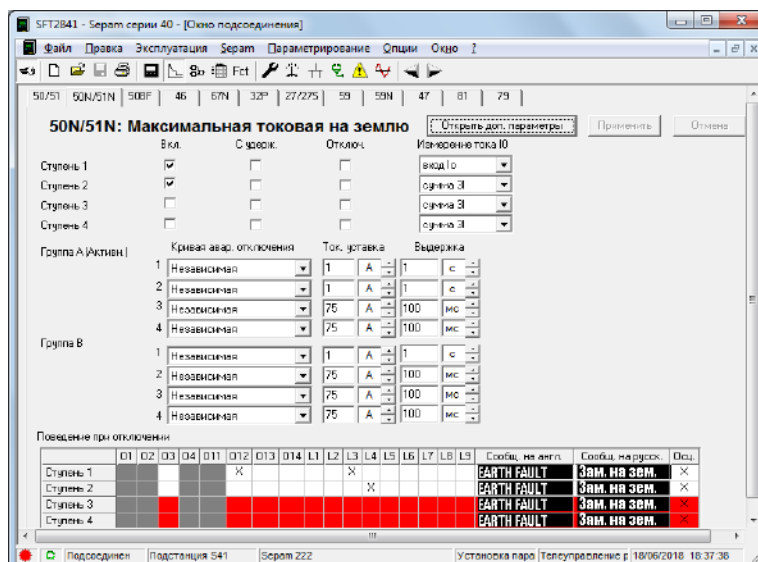

Рисунок 4.7 – Окно «50/51N уставки максимальной токовой защиты на землю»
10. На иконке  панели инструментов расположены параметры уставок, на вкладке 50/51N расположены уставки Максимальной токовой защиты на землю (рис. 4.7).